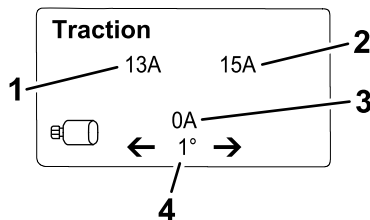

図 23
- **走行情報画面** **図 23**: 現在のステアリング角度と、各走行モータに配分されている電流値を表示します。